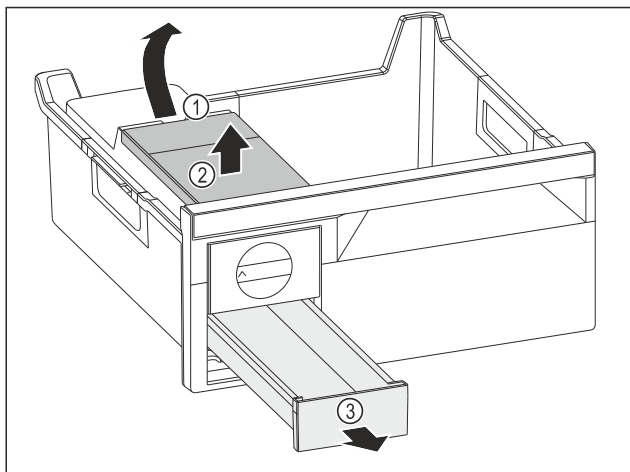

Fig. 109
- Retirer le réservoir d'eau : Soulever le réservoir d'eau hors de l'évidement Fig. 109 (1).
- Retirer le réservoir d'eau Fig. 109 (2) vers le haut.
- Retirer le compartiment à glaçons Fig. 109 (3) vers l'avant.